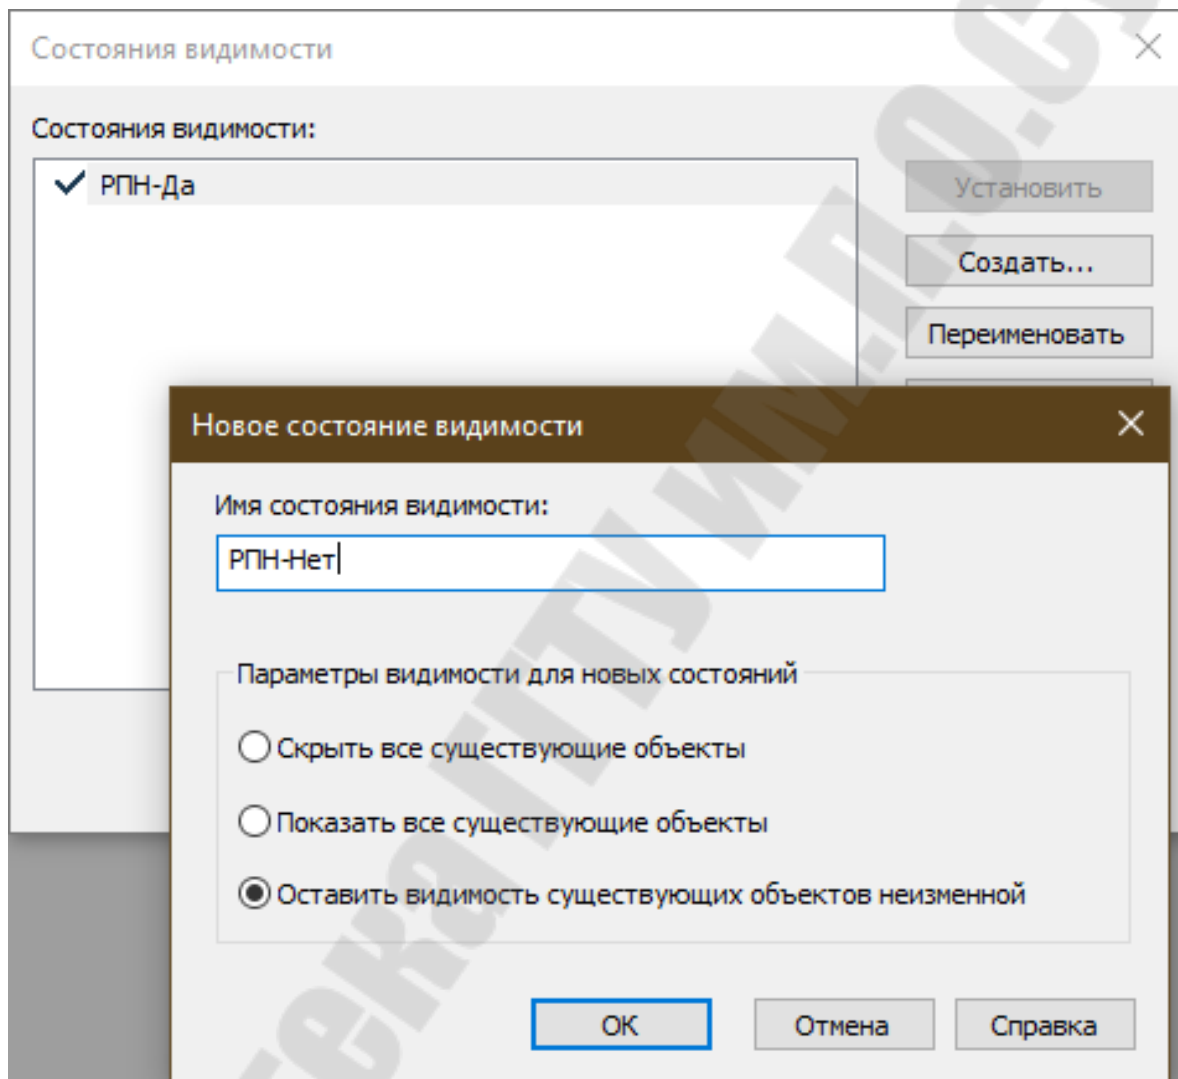

Рис. 3.251 Переименование состояния видимости
– с помощью кнопки **Создать** в открывшемся окне *Новое состояние видимости* добавляем имя для нового состояния видимости «РПН-Нет» и выставляем переключатель параметров видимости для новых состояний в положение «Оставить видимость существующих объектов неизменной» и нажимаем **Ок** (рисунок 3.251).